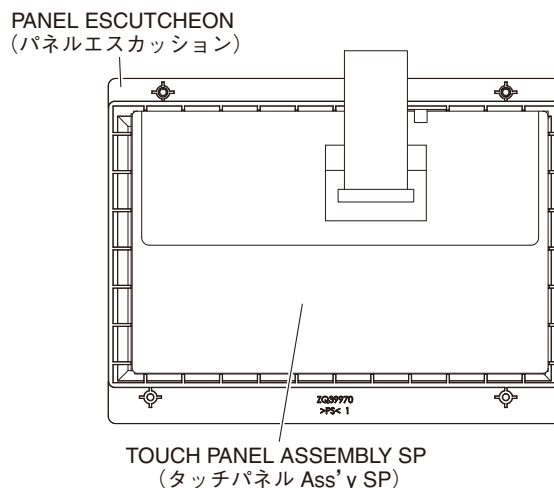

Fig. 10 (図 10)
- 14-6. Remove the touch panel assembly SP from the panel escutcheon. (Fig. 10)
- 14-6. パネルエスカッションからタッチパネル Ass'y SP を外します。(図 10)